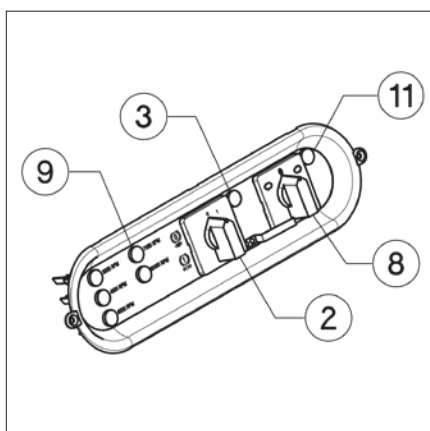

Fig.6
- Vérifier la tension du réseau EDF et ouvrir le boîtier de raccordement électrique (fig.6).